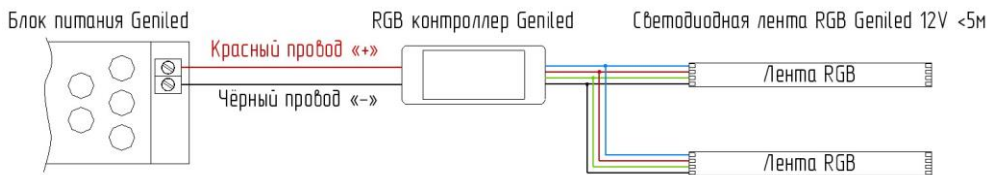

Рисунок 5. Пример подключения ленты Geniled RGB до 5м.
- 5.6. Если необходимо подключить до 5м ленты RGB к контроллеру, или несколько отрезков меньше 5 метров, то подключение можно осуществлять параллельно – Рисунок 5. В том случае, когда отрезок ленты от 5м до 10м, необходимо их «закольцевать», как показано на рисунке 6. Это необходимо для того, чтобы исключить падение яркости на концах ленты.